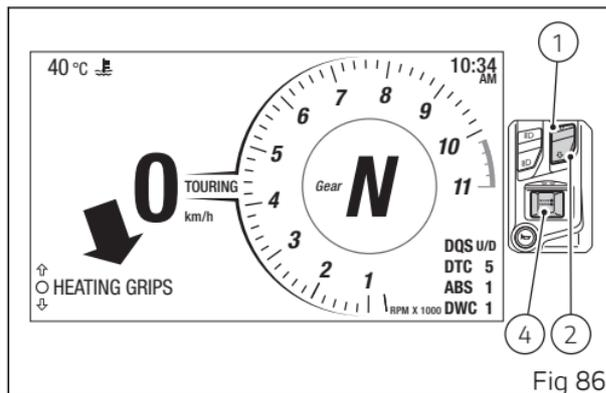

Fig 86
Tramite il pulsante (1) ed il pulsante (2) selezionare la funzione HEATING GRIPS all'interno del menù funzioni (Fig 86).